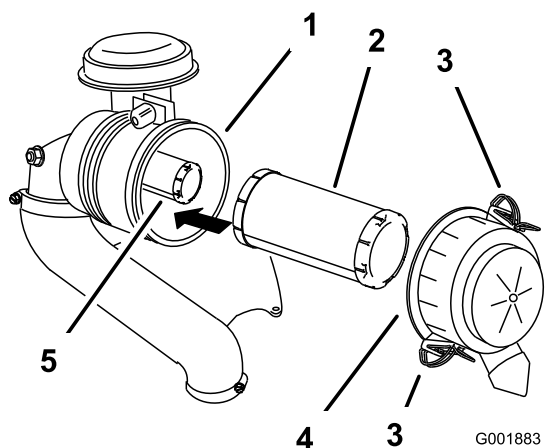

Figure 56
- Ouvrez les dispositifs de verrouillage du filtre à air et détachez le couvercle du boîtier du filtre (Figure 56).
- Sortez le préfiltre du boîtier du filtre avec précaution (Figure 56).
- Si vous remplacez l'élément intérieur, insérez-le avec précaution dans le boîtier du filtre (Figure 56).
- Placez ensuite le préfiltre sur l'élément de sécurité avec le même soin (Figure 56).
- Remettez en place et verrouillez le couvercle du filtre à air (Figure 56).